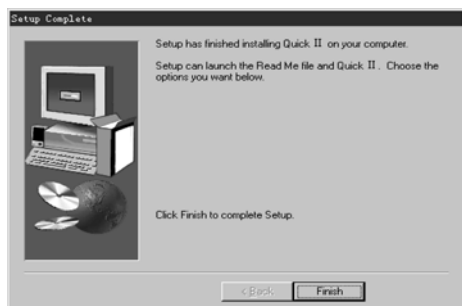

图 1.9 安装结束画面
8. 当自动安装进程安装完毕后便进入安装结束画面，如图 1.9 所示，这时请按下 (Finish) 按钮以结束整个安装过程。